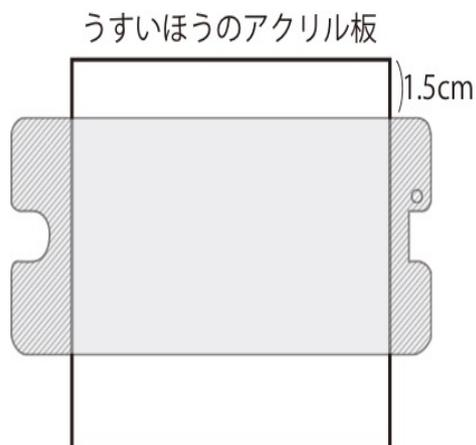
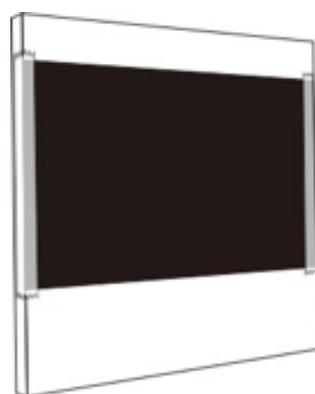

図9 マジックミラーと黒画用紙を貼る位置
図10 黒画用紙をセロハンテープでとめる
ミラー裏面（粘着面）の保護シールをはがして、図9の様に1.5 cm あけて、アクリル板Bの上に貼ります。はみ出したマジックミラー（図9の斜線の部分）ははさみで切り落とします。
10) 厚い方のアクリル板A（厚さ5 mm）の保護シールの片面だけはがします。その面に図9のマジックミラーと同じ位置に黒画用紙をのせて、図10のように左右両端をセロハンテープでとめます。